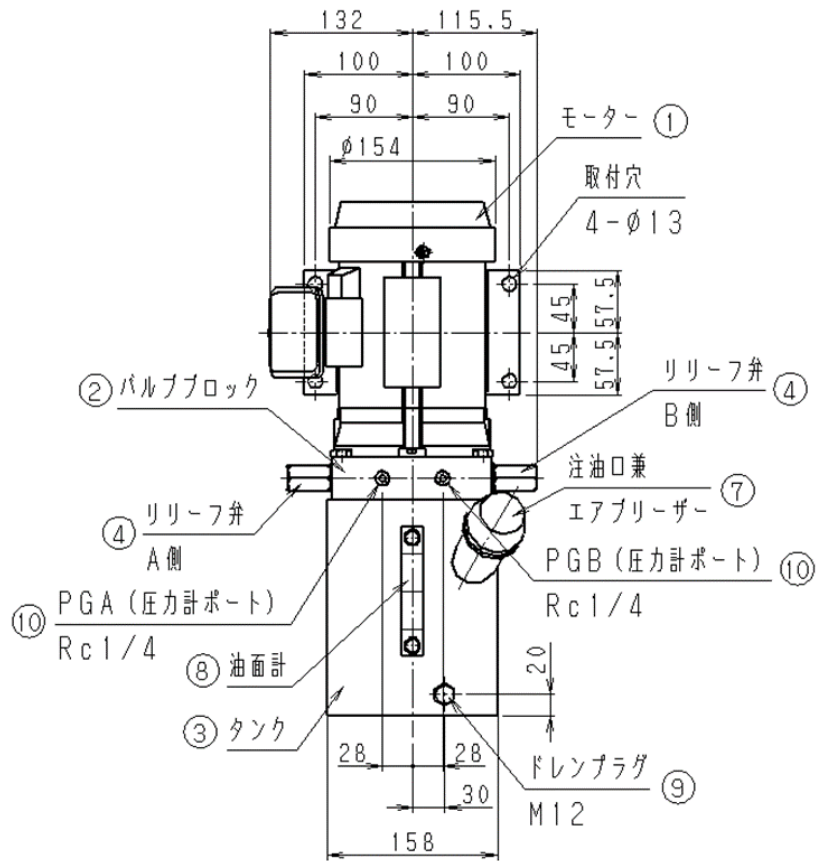

図2 正面図
5. 各部の機能 (図 2, 3, 4 参照)
- ①モーター・・・・・・・・全閉外扇形連続定格の三相誘導モーターです。結線は、端子箱内端子台に確実にビス止めして下さい。三線のうち二線の入れ換えにより逆転し吐出ポートが切り換わります。
- ②バルブブロック・・本機の中心的役割を果たすもので、全バルブが内蔵されています。圧力計取付ポート以外の六角穴付プラグは外さないで下さい。
- ③タンク・・・・・・・・バルブブロックに4本のボルトで取り付けられています。最高4Lの油圧油が入ります。
- ④リリーフ弁・・・・・・・・油圧回路内の最高圧力を規制するための弁で、Aポート用、Bポート用に別れています。出荷時定格圧力に設定してありますが、定められた範囲で調整が可能です。
- ⑤A, Bポート・・・・・・・・アクチュエータに接続される油の吐出口です。サイズはA, BポートともR c 1 / 4です。Bポートにパイロットチェック弁が付いています。接続ミスをししないで下さい。
- ⑥Rポート・・・・・・・・油の戻り口です。サイズはR c 1 / 4です。通常、六角穴付きプラグでシールしてあります。
- ⑦注油口兼エアブリーザー・・・・・・・・注油の際、フタを90°回転させるだけで簡単に取り外しができます。使用中は必ずフタをして異物の侵入を防止して下さい。エアブリーザーを兼用します。
- ⑧油面計・・・・・・・・タンク内の油面高さを確認すると同時に油の汚れを見るのにお役立て下さい。最大、最低レベルの油量差は1.4Lです。
- ⑨ドレンプラグ・・・・・・・・M12の六角ボルトでシールワッシャーによりシールされています。油圧油を抜き取る時に使用します。
- ⑩圧力計取付口・・・・・・・・Aポート及びBポートの圧力検出のためのR c 1 / 4のネジ穴です。通常、六角穴付きプラグでシールしてあります。
- (1) タンク内に作動油は入っていません。使用の前に注油口兼エアブリーザー(図2参照)のキャップを外して注油して下さい。
- (2) 作動油は清浄な石油系作動油で粘度グレードがISO VG32～68のものを使用して下さい。
- (1) 回路内の圧力確認の為に、圧力計を取り付ける事をお奨めします。
- (2) 本機には圧力計取付けの為にポートが図2に示す様に2ヶ所あります。1ヶ所はAポート用で、他方はBポート用です。サイズはR c 1 / 4です。
- (3) 両方のポートで圧力が発生する用途では両方のポートに、一方のみに圧力が発生する時は一方に圧力計を取り付けて下さい。
- (4) 圧力計取付けポートにチェック弁付きカップラを取付け、必要時のみ圧力測定を行う様にすれば、圧力計の数量が少数で、しかも圧力計の耐用年数も延ばす事ができます。使用する圧力計はグリセリン入りを推奨します。
本機にはAポート、Bポートそれぞれにリリーフ弁が内蔵されています。(図2参照) 出荷時には定格圧力に設定してありますが、必要に応じてそれぞれのリリーフ弁を定められた範囲で調整する事ができます。
- (1) 吐出ポートを切り換える際、モーターの急激な正逆転は避けて下さい。回転方向切り換え時0.5秒以上の休止時間を設けて下さい。
- (2) 電源には必ずブレーカーを組み込んで下さい。モーター焼損の恐れがあります。
- (3) 電源コードの上に重いものを絶対のせないで下さい。火災や感電の原因になります。
- (4) 静電防止及び感電防止の為に、端子箱又は、モーターベースにあるアース端子にアース線を接続して下さい。
- (5) リリーフ弁は定格圧力以上に設定できる様になっていますが、モーター及びポンプの寿命、油温上昇の観点から、定格圧力内で使用して下さい。
- (6) 使用条件により、かなり油温が上昇する事があります。特にリリーフ弁の長時間作動や流量制御は発熱の原因となります。できるだけ60℃以下の油温でご使用下さい。この油温を越える時は、運転条件を楽にするか補助タンクを別に取り付ける様にして下さい。
- (7) バルブブロック(図2)には数ヶ所、六角穴付きプラグ(詰栓)がありますが、圧力計取付けポート以外は、運転中又は、停止時においても絶対に緩めないで下さい。本機の機能を損なう事があります。